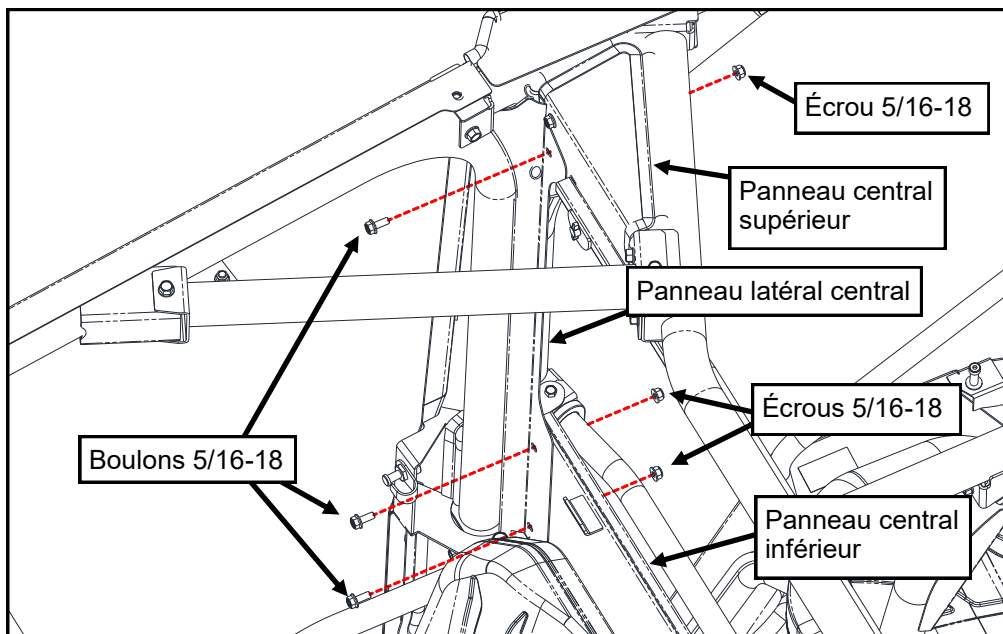

Figure 3.1 : Panneaux latéraux centraux
- 3.1 Placer chaque panneau latéral avec le coussinet en caoutchouc contre le cadre ROPS, devant les panneaux centraux supérieur et inférieur (voir Figure 3.1).